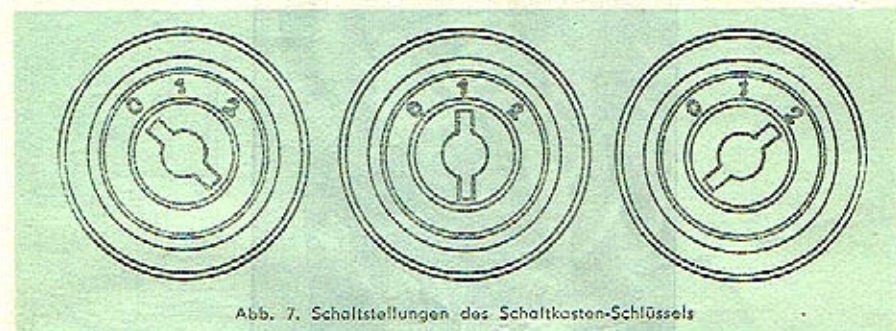

Abb. 7. Schaltstellungen des Schaltkasten-Schlüssels
Die Stellungen des Umschalters (Abb. 7).
- Man steckt den Schlüssel in den Schaltkasten und dreht in die entsprechende Stellung (Abb. 7). Ist die Batterie in Ordnung, leuchtet die rechte Glühlampe an Instrumententafel (rotes Licht). Wenn die linke Glühlampe an der Instrumententafel nicht leuchtet, muss der Leerlauf zwischen dem ersten und dem zweiten Gang eingeschaltet werden. Man lasse jedoch nicht den Motor längere Zeit mit eingeschalteter Zündung stehen, da dies eine Entladung der Batterie, unter Umständen eine Beschädigung der Zündspule zur Folge haben könnte.